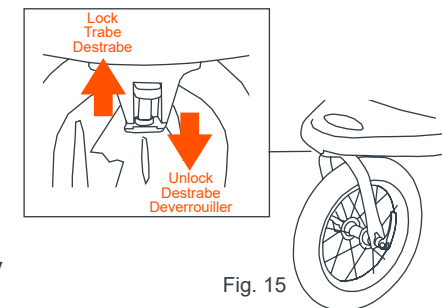

Fig. 15
- 15) • El carrito está equipado con un dispositivo de traba para la rueda delantera. Bloqueo de la rueda delantera trabaja en un movimiento vertical de arriba a abajo, de bloqueo y desbloqueo de la rueda (Fig. 15).